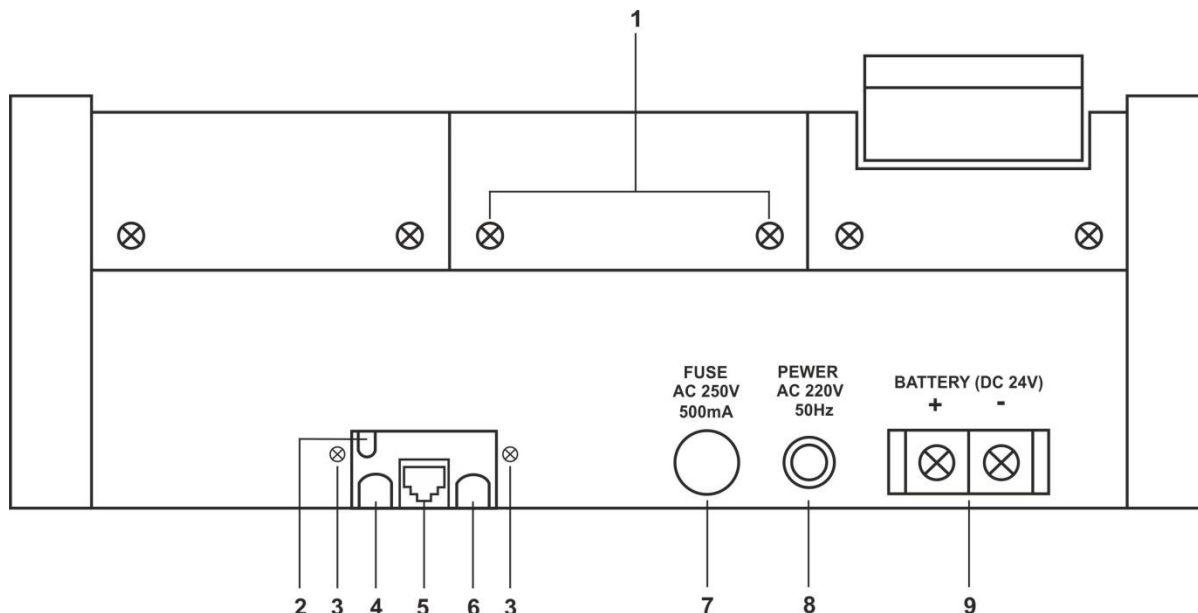

Рисунок 3. Внешний вид задней стороны корпуса пультов громкой связи с дополнительным разъемом
На рис.3 приведен внешний вид задней стороны корпуса пультов громкой связи с дополнительным разъемом.
4. При использовании системы регистрации и записи телефонных разговоров на персональный компьютер, подключить ее к разъему RJ-11 **(5)** (рис.3), расположенному на задней стороне корпуса пульта громкой связи (разъем устанавливается только под заказ).
2. Отвернуть 2 винта **(3)** (рис.3) на задней стороне корпуса пульта громкой связи и снять пластиковую вставку.
3. Пропустить через выходное отверстие **(2)** (рис.3) пластиковой вставки кабель с 4-х контактным разъемом, подсоединенный к радиопередатчику МР-811S1.